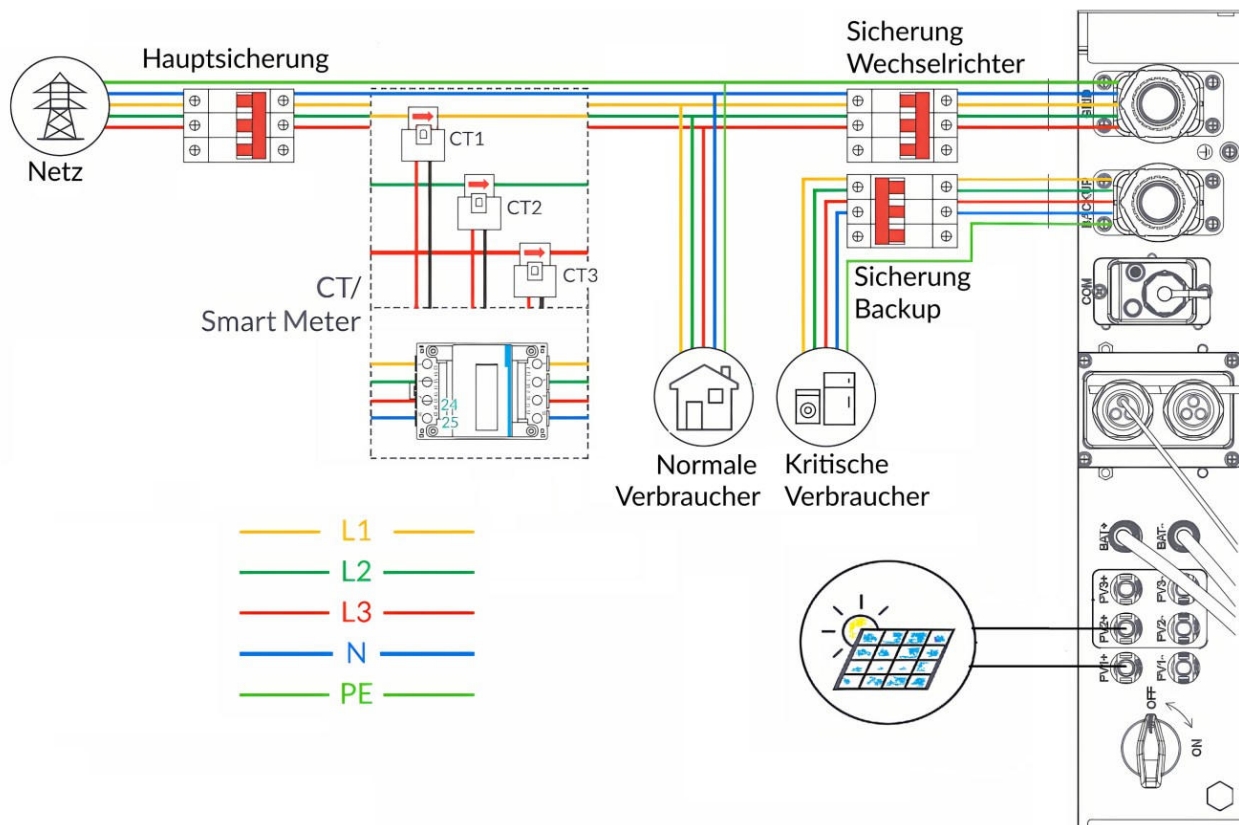

Abbildung 19: Schaltbild Hausnetz Standard
Das Grund-Schaltbild ist in Abbildung 19 gezeigt. Die Sicherungen an den Wechselrichteranschlüssen sollten einen Auslösestrom von mindestens 32 A haben, als Kabelquerschnitt sind 10 mm² zu verwenden. In den Strängen zu den Verbrauchern (Normal Load und Critical Load) sind noch die üblichen FI-Schalter zum Personenschutz (30 mA) und die Sicherungen der Einzelstromkreise vorzusehen. Wird direkt am Netzanschluss des Wechselrichters noch ein FI installiert, ist ein Typ A mit einem Auslösestrom von mindestens 100 mA zu verwenden.
- Der Neutralleiter für am Backup angeschlossenen Stromkreise muss vollständig getrennt vom Neutralleiter auf der Grid-Seite ausgeführt werden. Es darf keine Verbindung am Wechselrichter vorbei geben, s. Abbildung 19
Für das Energiemanagement der PV-Anlage wird ein Sensor benötigt, der am Netzverknüpfungspunkt die Einspeisung und den Bezug misst (s. Abbildung 19). Hierfür werden **entweder** die Klappwandler (CTs) im Lieferumfang **oder** ein dreiphasiges Smart Meter DTSU666 5(80)A verwendet.
- Messrichtung und Klemmenbelegung (s. auch Abbildung 19)